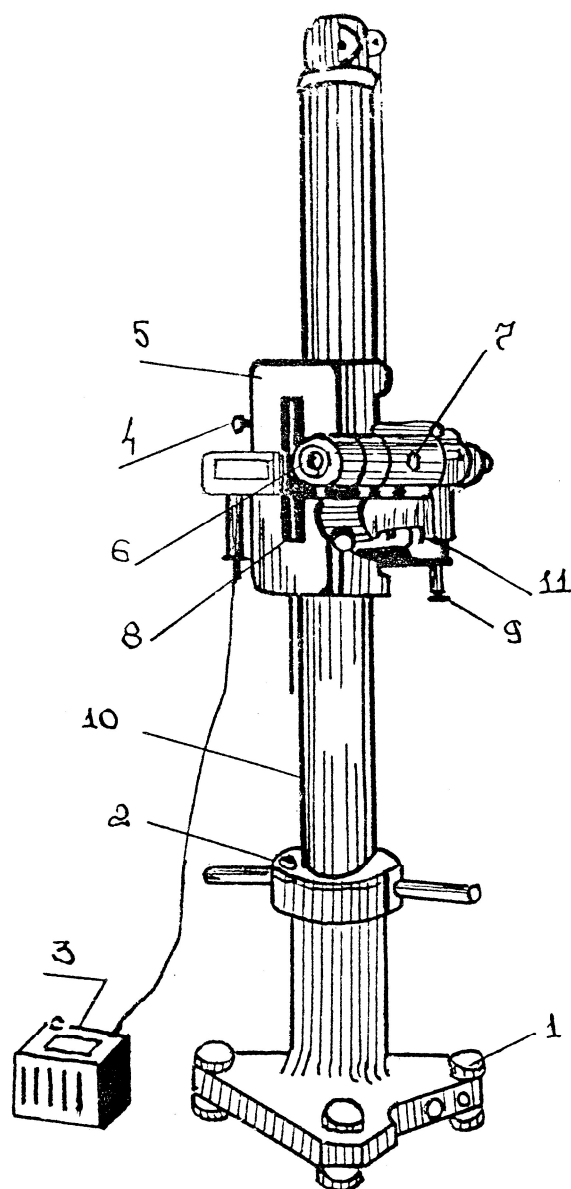

Рис.3
- установите прибор с помощью регулируемых опор 1 (рис.3) в вертикальное положение по круговому уровню 2;